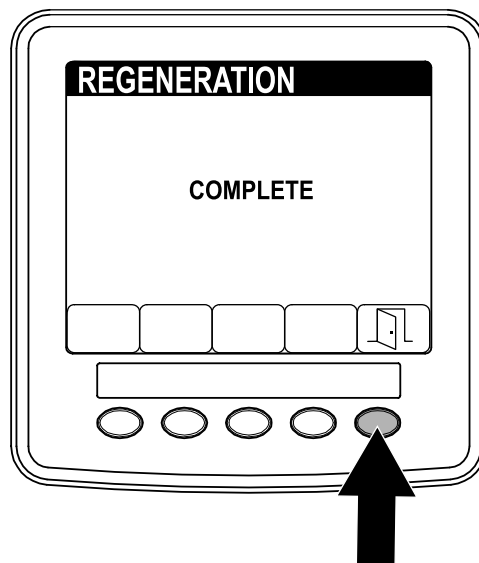

Рисунок 71
5. Когда регенерация будет завершена, на дисплее инфо-центра появится сообщение COMPLETE (ЗАВЕРШЕНО). Нажмите кнопку 5 для возврата в меню SERVICE (ТЕХОБСЛУЖИВАНИЕ) (Рисунок 71).